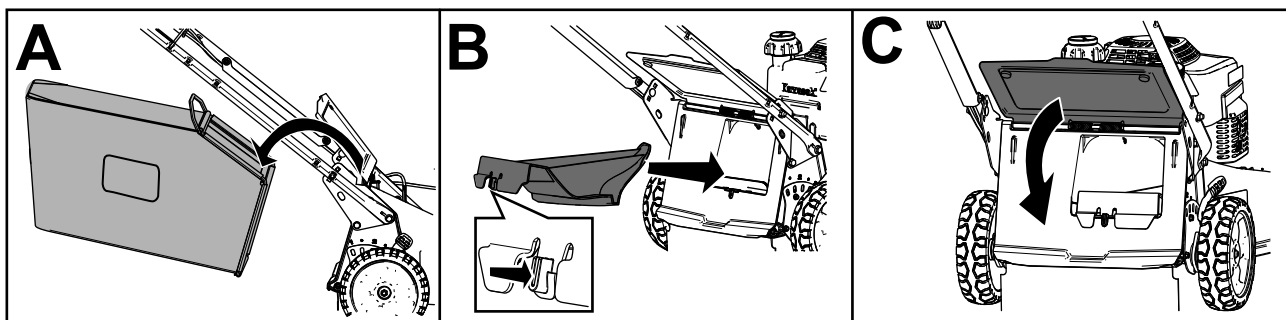

Figura 19
- Se il cesto di raccolta è montato sulla macchina, rimuovetelo (A di Figura 19).
- Se il coperchio dello scarico posteriore non è installato, afferratelo dalla maniglia, sollevate il deflettore posteriore e inseritelo nel camino di scarico posteriore fino a bloccare il fermo in posizione (B di Figura 19).
3. Rimuovete l'asta sul cesto di raccolta dalle tacche alla base della stegola (A di Figura 19).
4. Installate il coperchio di scarico (B di Figura 19).
5. Abbassate il deflettore posteriore (C di Figura 19).